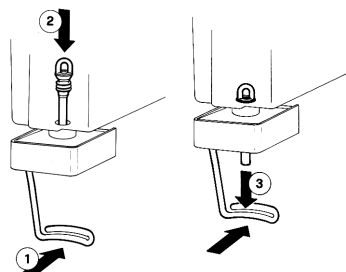

Bild 5
- 2 - **Ausschlauchventil:** den Betätigungshebel des Ventils drücken (1) und den Ausschlauch in den Behälter einfügen (2). Am unteren Ende des Ausschlauchs leicht nach unten ziehen (3) bis er genau sitzt (Bild 5).